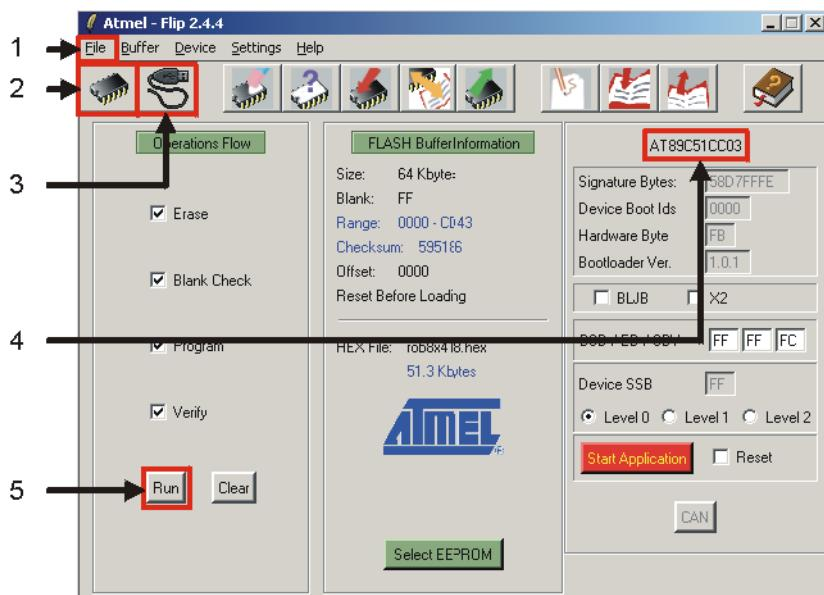

Abbildung 18
8. Starten Sie das Programm „Flip“ (→ Abbildung 18) auf dem PC.